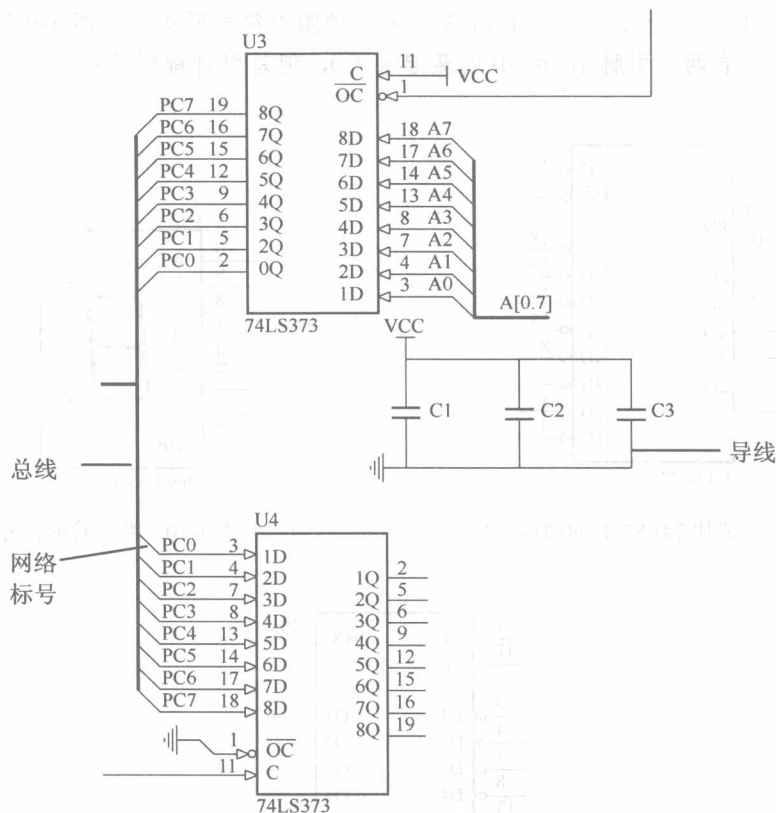

图 1-4 示例
(2) 连接关系。原理图中的连接关系通常用导线、网络标号、总线等表示，如图 1-4 所示。图中有的元件之间是用导线相连的，如电容 C1、C2、C3 之间；有的元件之间是用网络标号相连的，具有相同名称的网络标号表示是相连的，如元件 U3 的引脚 2 的网络标号是 PC0，而元件 U4 的引脚 3 的网络标号也是 PC0，则表示这两个脚是相连的；当连接的导线数量很多时，可以用总线来表示连接，总线就是多根导线的汇合，如元件 U3 的引脚 2、5、6、9、12、15、16、19 和元件 U4 的 3、4、7、8、13、14、17、18 对应相连接，则可以用总线来表示。
(3) 用于说明电路工作原理的文字标注和图形符号（文字、信号波形示意等）。文字标注和图形符号只是为了看图者更加方便理解，本身不具有电气效应。系统在对原理图进行电气规则检查时，会检查具有电气效应的元件、导线、总线、网络标号等，而不会检查不具有电气效应的文字标注和波形示意等。